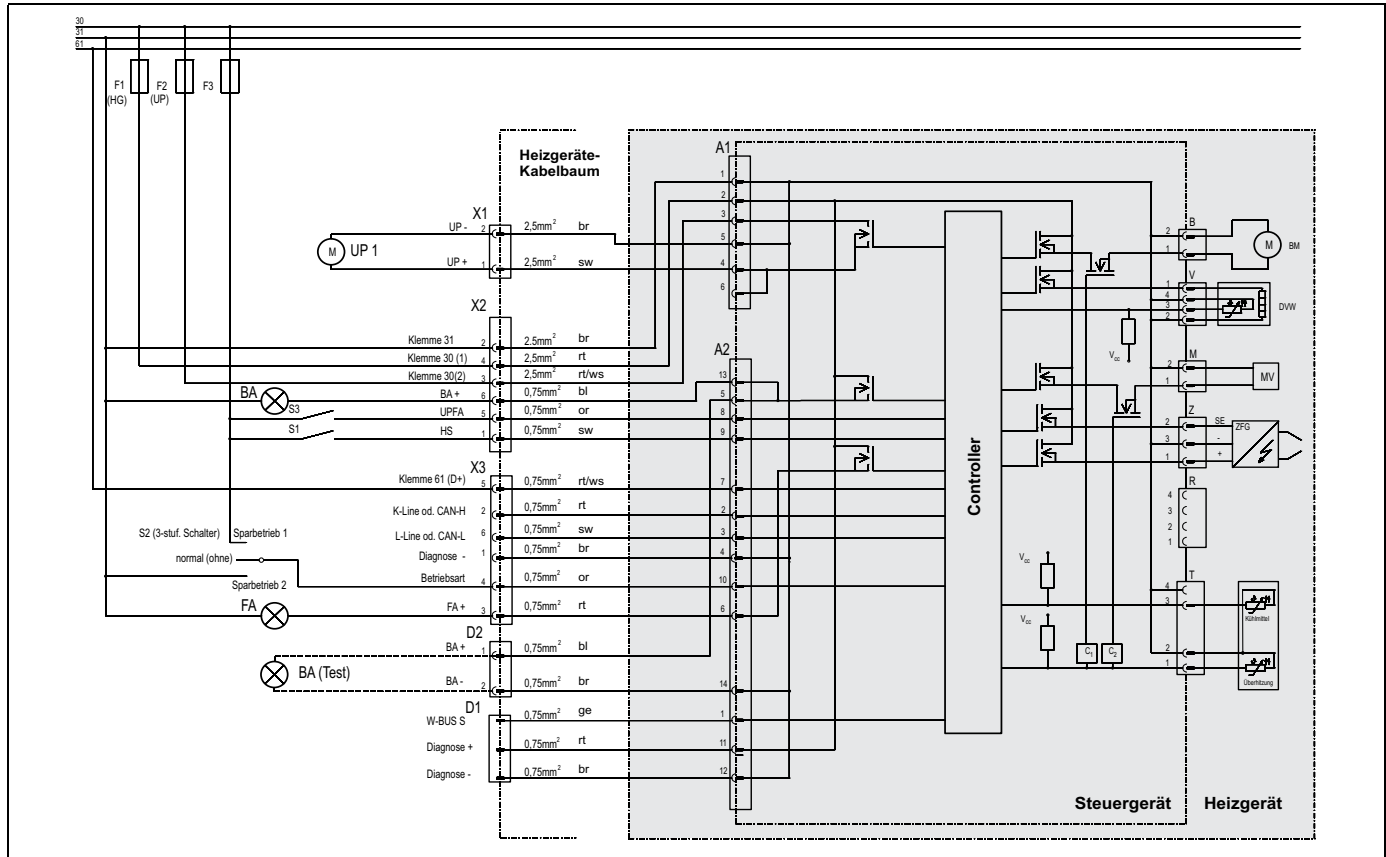

Bild 20: Systemschaltung für Heizgeräte Thermo S, Legende siehe Seite 21.
Der elektrische Anschluss der Heizgeräte wird ausgeführt gemäß Bild 20: Systemschaltung.
- Schalter, siehe Systemschaltung Bild 20
Der Anschluss des Schalters ist aus der Systemschaltung Bild 20 und 21 ersichtlich.